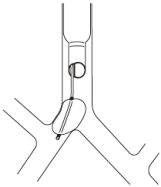

Fig.8
- 1)&2) Les problèmes mentionnés précédemment peuvent résulter du fait que le ballonnet du bloqueur est hors position dans la lumière de la trachée (hernie) en réduisant ainsi le diamètre (Fig. 8).
7. Si une hernie du type décrit en Fig. 8 apparaît, l'hypoxémie peut être supprimée par simple dégonflage du ballonnet.